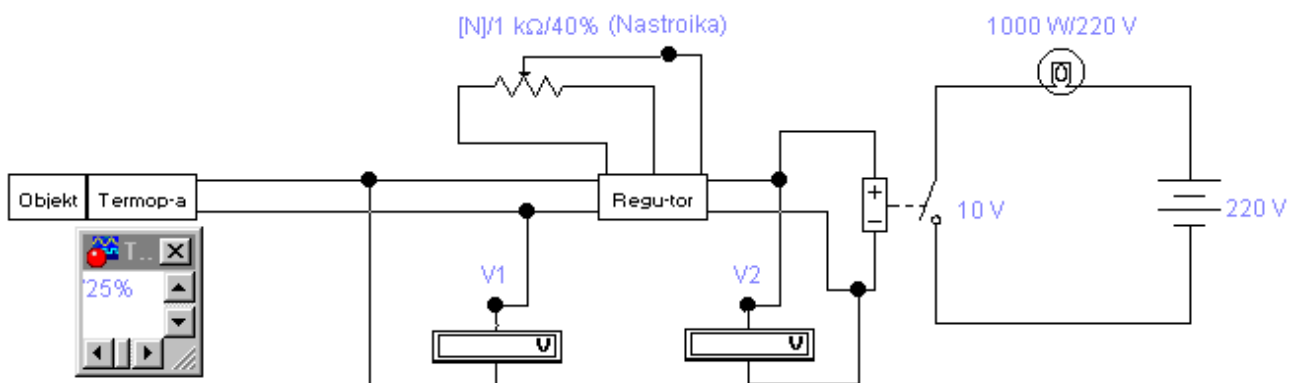

Рис. 2. Регулятор температуры
В данной лабораторной работе производится исследование настраиваемой системы, обеспечивающей поддержание температуры в определенном диапазоне. Схема такого регулятора представлена на рис.2.
1) Включить схему регулятора, изображенного на рис.2.